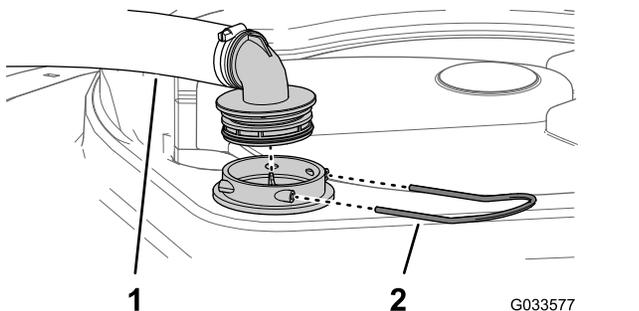

图28
2. 在打药机药缸的顶部拆下固定从过滤器外壳连接至大软管的软管接头的卡环 图28。
3. 从过滤器外壳上拆下软管和软管接头 图28。